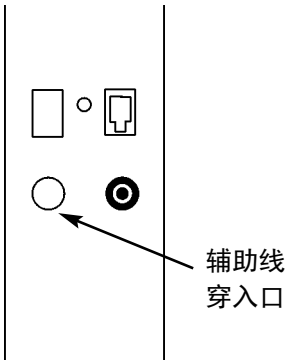

图 9-5. 穿入口
5. 让电线穿过后面板上的辅助线穿入口（图 9-5）。该接口邻近远程报警和 RS485 接口，是一个圆形接口。